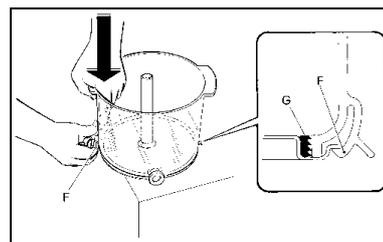

Fig. 12
- **D**urant la phase de montage positionner le joint G comme montré sur la fig 12.
- **A**fin de faciliter le montage, parsemer de vaseline ou autre lubrifiant approprié le siège du conteneur (A) en contact avec le joint (G) (fig. 12).
- **T**irer vers l'extérieur le levier(F) et en poussant vers le bas (fig 12) insérer le bac dans son logement.